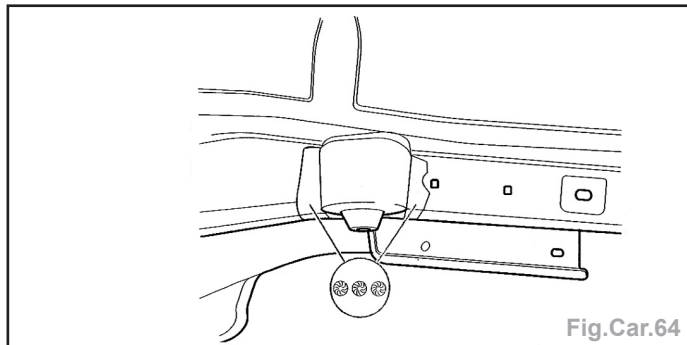

Fig.Car.64
- Souder par points bouchons à l'arc sous gaz protecteur (Fig.Car.64).